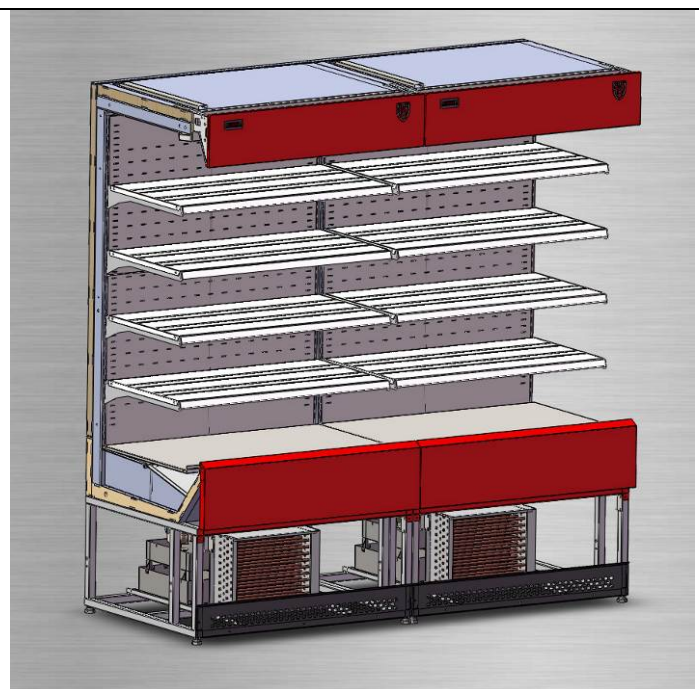

рис. 2
2. Выставить стыкуемые витрины друг к другу стыкуемыми торцами; выровнять их по высоте с помощью регулировочных опор (ножек) и относительно друг друга по козырькам и панелям декоративным (рис.2).